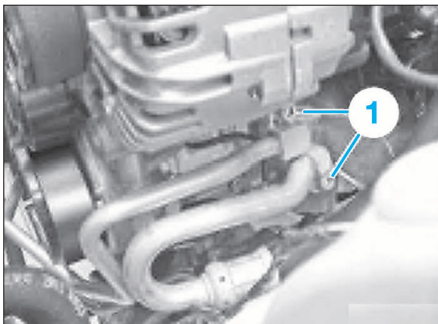

FIG. 29
- Déposer les vis (1) et retirer les conduites d'aspiration et de refoulement (Fig.29).